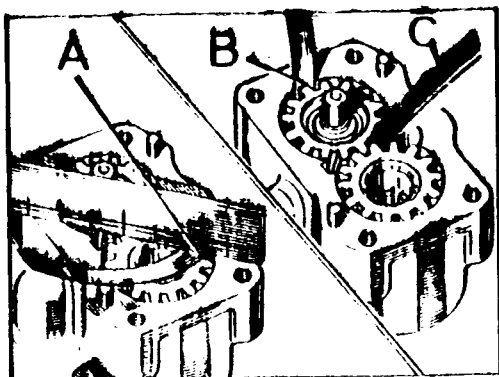
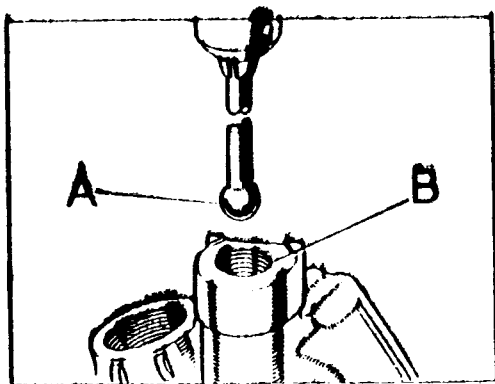

Fig. A3-74.1 Verificación del juego de los engranajes
Fig. A3-75 Util para esmerillado del asiento de la válvula
- 1.5. Montar los engranajes sobre el cuerpo de la bomba, K (Fig. A3-74.1) y comprobar el juego longitudinal, A (Fig. A3-75), el juego radial, B, y el juego entre dientes, C.
- 1.6. Se comprobará el asiento de la bola de la válvula y si fuera necesario se esmerillará, utilizando una herramienta similar o la indicada en la Fig. A3-75.